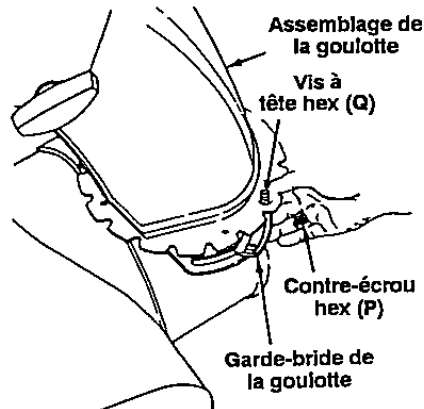

FIGURE 8
2. Faites passer les vis à chapeau à six pans (Q) à travers les taquets de bride et la goulotte, comme à la figure 8. Maintenez en place avec des contre-écrous à six pans (P). Serrez avec un tournevis et une clé de 7/16^{es} de po. **Ne serrez pas excessivement.**